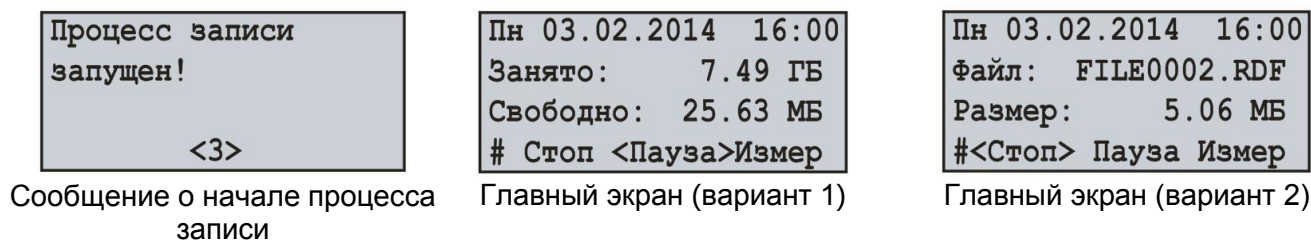

Рисунок 6.4 – Вид главного экрана после запуска процесса записи данных
- нажатием кнопки ■ (ВВОД) подтвердить выбор. При этом на дисплее регистратора отобразится сообщение, подтверждающее начало процесса записи (рис. 6.4) и загорится светодиодный индикатор **ЗАПИСЬ** (поз. 6 рис.1.2). Через 3 секунды на дисплее регистратора отобразится главный экран, показанный на рисунке 6.4.
На главном экране поочередно отобразится информация о занятом и свободном пространстве на карте памяти (рисунок 6.4 – Главный экран (вариант 1)), а также имя и размер последнего записываемого файла (рисунок 6.4 – Главный экран (вариант 2)).
Для выхода из экрана измеряемых значений нажать кнопку ■ (ВВОД), при этом дисплей примет первоначальный вид (рис. 6.4).